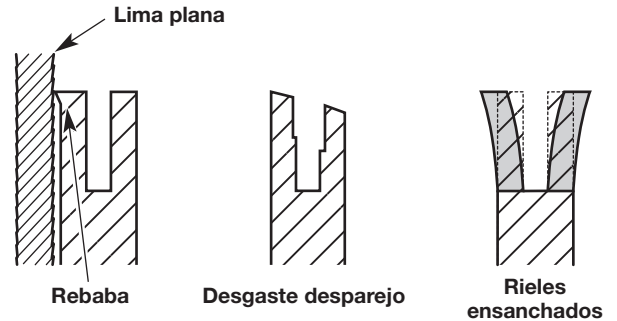

Fig. 25
3. Controle frecuentemente si hay daño en la barra de guía (Fig. 25). El biselado y desbarbado de los carriles de la barra de guía (los rebordes a ambos lados de la canaleta de la barra) es un proceso normal del desgaste de la barra. Estas fallas deben corregirse con una lima tan pronto ocurren (Fig. 25). Una barra de guía con las fallas siguientes debe ser reemplazada: